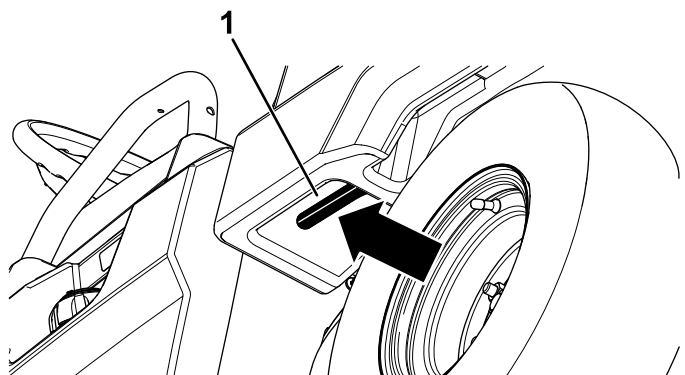

Figura 20
1. Tirate la leva a sinistra, all'interno del pianale, verso di voi e sollevate il pianale (Figura 20).
1. Sollevate leggermente il pianale alzando la leva del fermo (Figura 20).